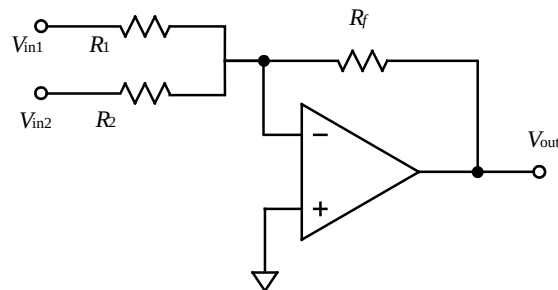

Figura 6: Amplificador sumador
- *Sumador*: Calcular la función de transferencia del circuito de la figura 6 y demostrar que funciona como un sumador. (Ayuda: Usar el principio superposición. Mirar los circuitos anteriores y apoyarse en ellos para resolver este problema. Discuir porqué y bajo que límite vale el principio de superposición).